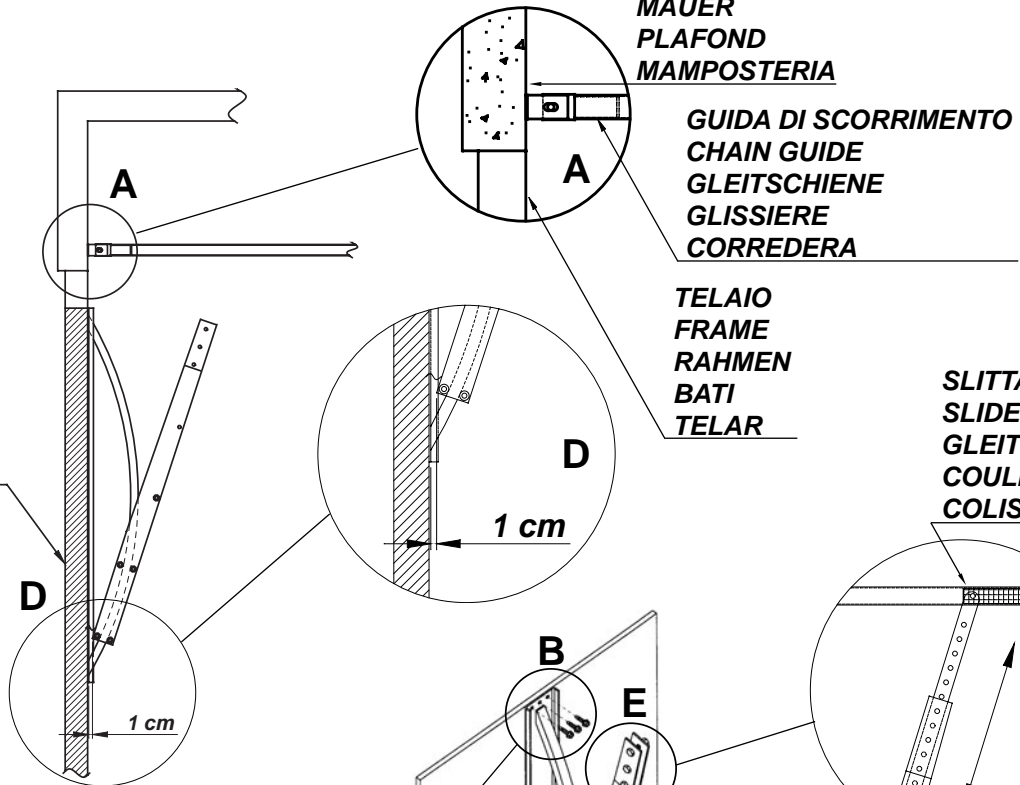

fig. 20
- sea posible fijar el carril del SKYBOXE/CE en la parte superior del chasis de apoyo de la propia puerta basculante o en la arquitrabe que se encuentra justo encima (si se encuentra a ras con el chasis), véase el detalle A de la fig. 20;